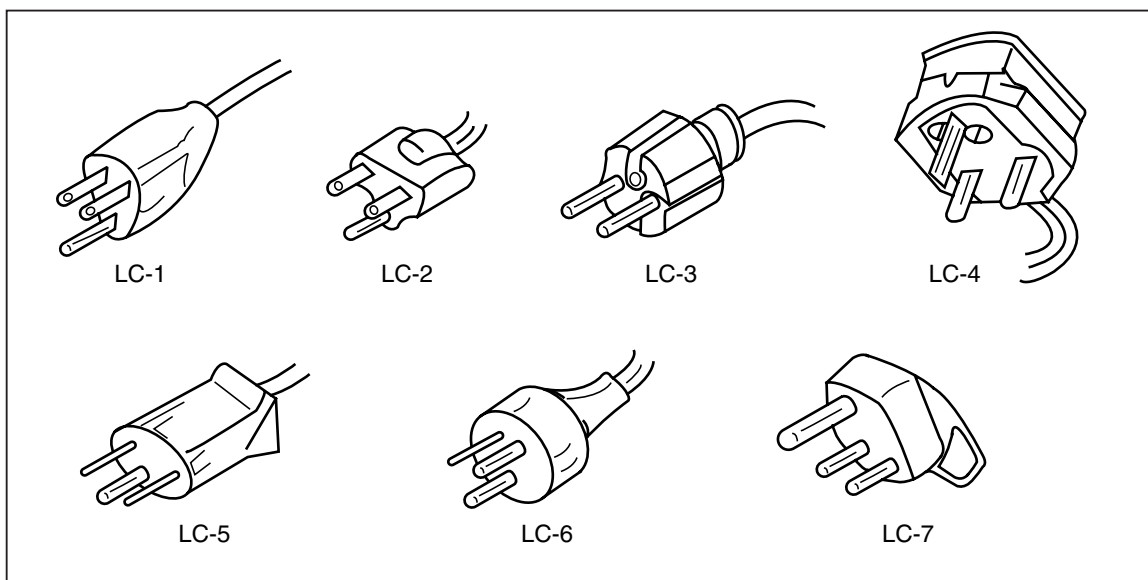

Рисунок 3 Типы шнуров питания, поставляемых компанией Fluke
3. Вставьте шнур питания в трехштырьковую розетку с соответствующим заземлением. На рис. 3 показаны типы шнуров питания, поставляемых компанией Fluke. В таблице 4 приведены описания шнуров питания.